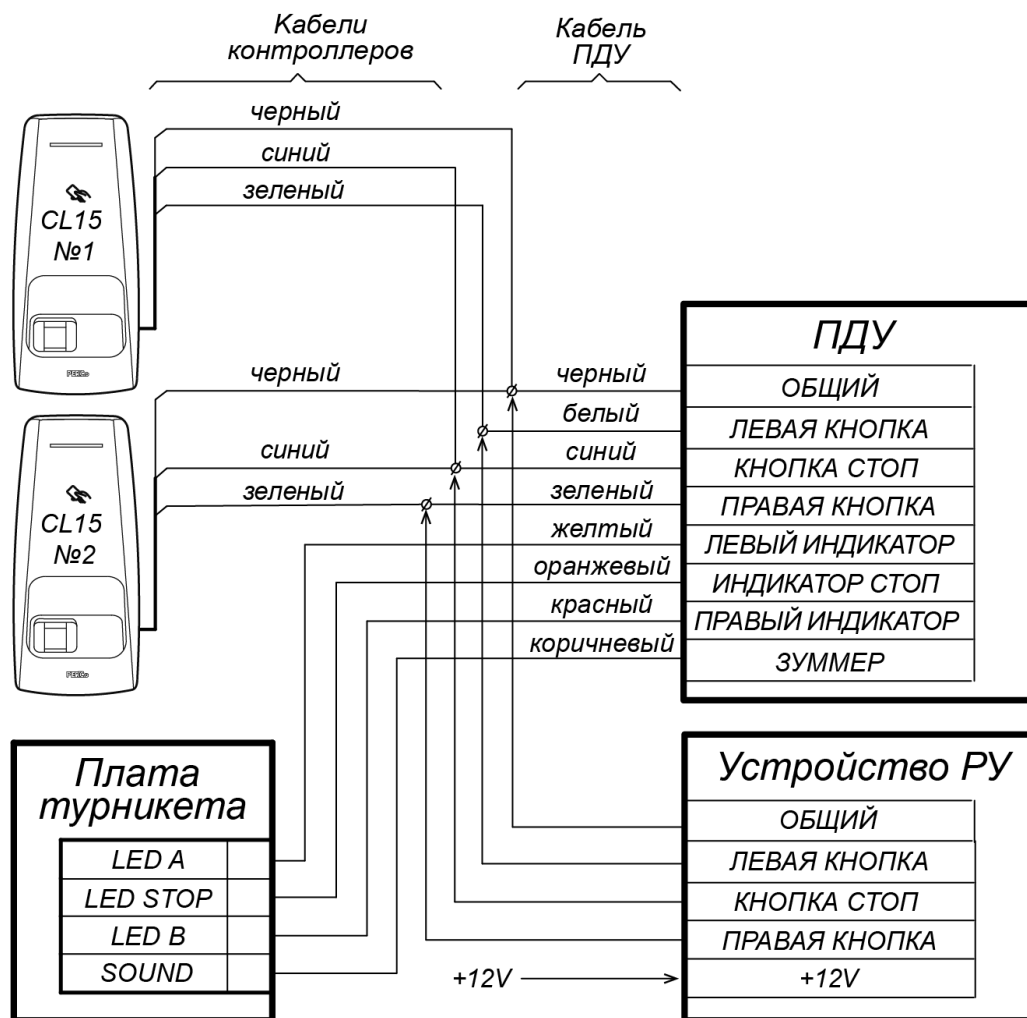

Рисунок 9. Схема подключения ПДУ и устройства РУ
2. ПДУ (или устройство РУ) подключается согласно схеме, представленной на рис. 9.
При совместной работе двух контроллеров обеспечивается возможность подключения ПДУ для управления турникетом или калиткой. Для подключения ПДУ используются по 2 входа на каждом контроллере: **DU** и **In** (подключение осуществляется согласно схеме на рис. 9, при этом входы **In** обоих контроллеров д.б. сконфигурированы в **Web**-интерфейсе контроллера как **Кнопка ПДУ, направление 3**). Управление индикацией ПДУ (**Индикаторы Левый/Стоп/Правый** и **Зуммер**) возможно только для ИУ производства PERCo, при этом подключение осуществляется к соответствующим выходам платы CLB – см. схемы подключения ПДУ для соответствующих ИУ.